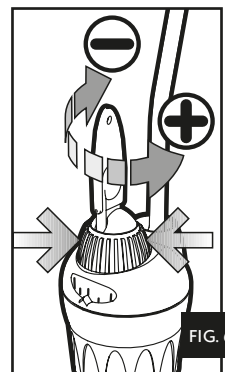

FIG. 6
- b. Hold the control knob (blue) with one hand so that the scale indicator does not move from the value of temperature you want to have and rotate the post-calibration knob (orange) toward + if the value of temperature you measured is lower than the one on the scale, or toward - in case the temperature you measured exceeds the one you have set (fig. 6). There are 6 preset positions, 3 toward + and 3 toward -. Each position corresponds to about 1°C. So if you have set a temperature of 24°C and you measure 22°C just turn the post calibration knob 2 steps toward +.
- d. Tenir le bouton de réglage principal (bleu) avec une main pour éviter à l'échelle de se déplacer de celle-là déjà fixée sur le point de repère et tourner le bouton de post-calibrage (orange) vers + si la valeur de la température que vous avez mesurée est plus basse de celle-là indiquée en correspondance du point de repère, ou vers - en cas la température mesurée est supérieure à celle indiquée par le point de repère (fig. 6). Le bouton de post-étalonnage peut être réglé sur 6 diverses positions, 3 vers le + et 3 vers le -. Chaque position correspond à peu près à 1°C. Si on a réglé le chauffe-eau sur une température de 24° et on mesure 22°C, il suffit de tourner le bouton de post-étalonnage 2 positions vers +.
- d. houd de blauwe draai-regelaar vast op de ingestelde waarde en draai de oranje draaiknop ten op + of - afhankelijk van het gemeten temperatuur (afb. 6). In elk richting (+ en -) kan maximaal tot 3 graden worden afge. 6). In elk richting (+ en -) kan maximaal tot 3 graden worden aangepast. Dat kan in drie stappen van elk 1 graad Celsius. Er is een voelbare click bij het bereiken van elk stap. Is het thermostaat bij voorbeeld ingesteld op 24 graden en er worden maar 22 graden gemeten houd u de blauwe regelaar op 24 graden vast, terwijl u de oranje draaiknop om 2 posities tegen u draait. Een ijken kan alleen binnen een band van zes graden gebeuren, 3°C naar + en 3°C naar -. PROBEER ER NOOIT VERDER DAN DREI STAPPEN IN EEN RICHTING TE DRAAIEN!
- d. Mantenga el botón de regulación principal (azul) con una mano para evitar que a la escala que se desplace de la ya fijada en el punto que marca y gire el botón de post calibración (naranja) hacia + si el valor de la temperatura que ha medido es más baja que la que se indica en el punto de referencia, o hacia - en el caso en que la temperatura obtenida sea superior a la indicada en el punto de referencia (fig. 6). El botón post-calibración se puede regular sobre 6 posiciones diferentes, 3 hacia el + y 3 hacia el -. Cada posición corresponde más o menos a 1°C. Si el termocalentador se ha regulado sobre una temperatura de 24° y se ha obtenido una temperatura de 22°C, basta con girar el botón de post-calibración 2 posiciones hacia +.